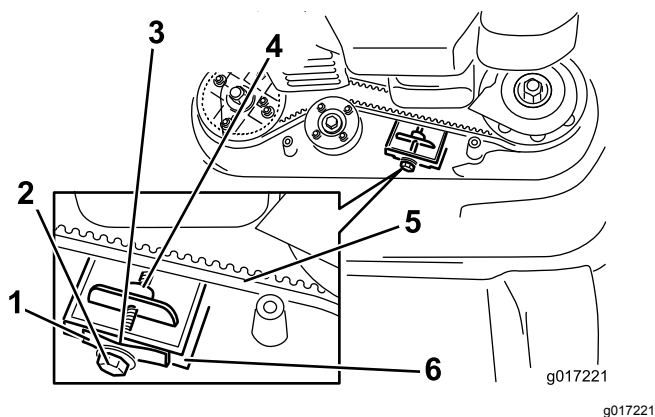

Рисунок 39
**Примечание:** Если имеется видимый зазор между измерителем зазора и пружиной, затяните регулировочный болт и гайку до момента, когда бумага только начнет свободно входить в зазор и выходить из него (Рисунок 39).